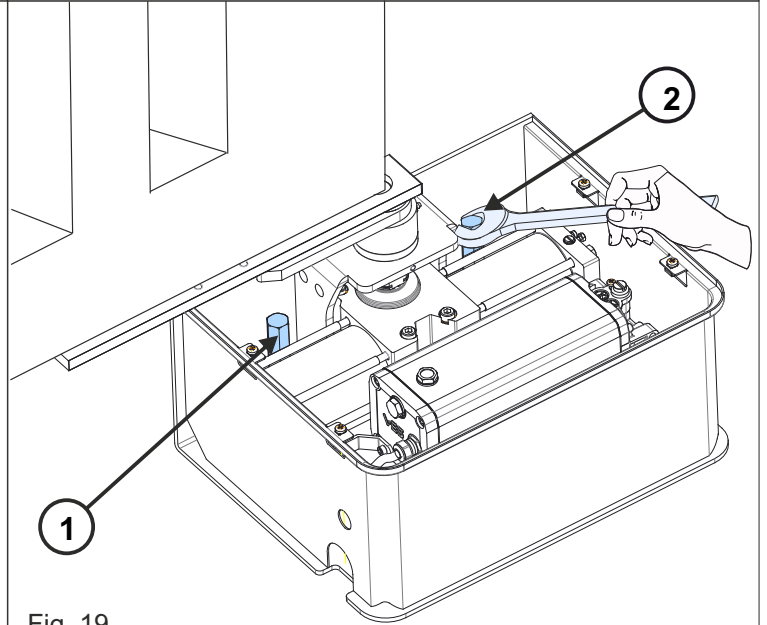

Fig. 19
- 5.4.** Fixer l'opérateur en agissant sur les vis «1» et «2» comme indiqué sur la Fig. 19